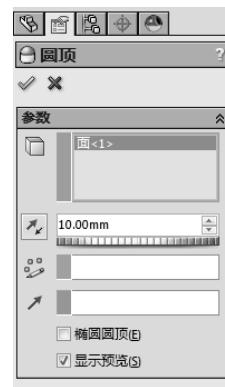

图 4-86 设置圆顶属性
- [3] 设置圆顶属性，在“参数”到圆顶的面  中选择“面<1>”，距离中输入“10.00mm”，如图 4-86 所示。